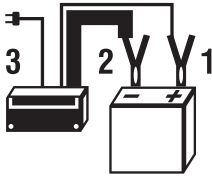

Fig. 2 – Sequência para ligar o carregador
- c. Conecte a garra vermelha do carregador no polo positivo da bateria (posição 1 da Fig. 2).
- d. Conecte a garra preta do carregador no polo negativo da bateria (posição 2 da Fig. 2).
- e. Conecte o plugue na tomada (posição 3 da Fig. 2).